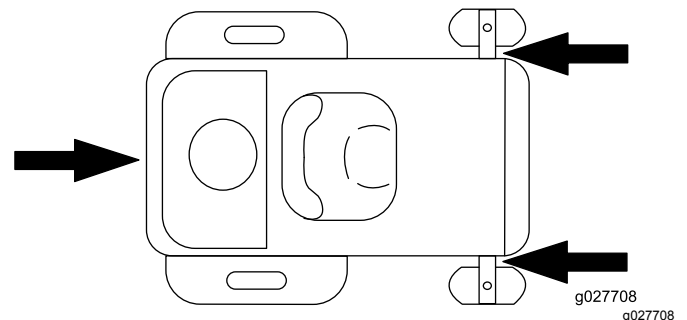

Figura 25
- Amarre la máquina junto a las ruedas giratorias delanteras y el guardabarros trasero (Figura 25).